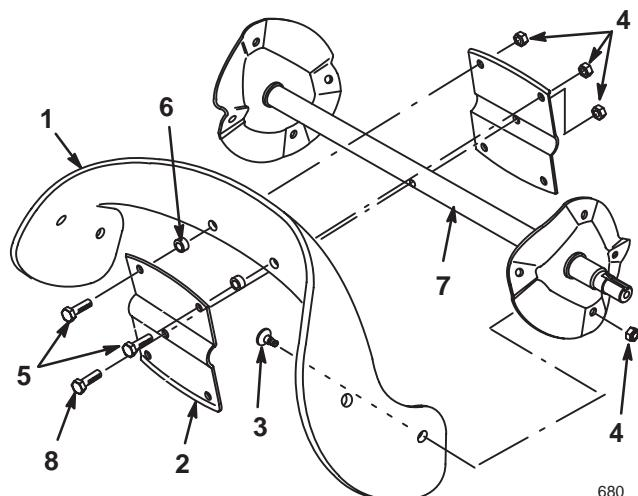

Figure 20
1. Enlevez les quatre vis Torx et les quatre contre-écrous qui fixent les bords extérieurs de la pale à l'ensemble turbine (Fig. 20).
2. Enlevez les deux boulons à tête hexagonale et les deux contre-écrous qui fixent le centre de la pale aux moitiés de la turbine (Fig. 20).
3. Desserrez le boulon à tête hexagonale long qui fixe les moitiés de la turbine à l'ensemble arbre de tarière (Fig. 20).
4. Déposez la pale en la faisant coulisser entre les moitiés de la turbine (Fig. 20).